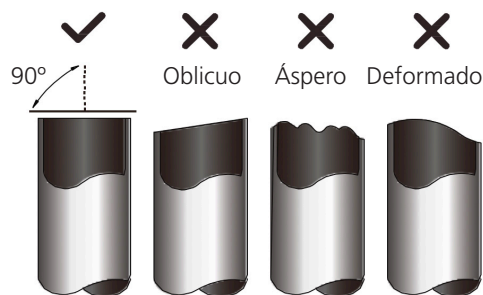

Fig 6.2
- Asegúrese de que el tubo se corta en un perfecto ángulo de 90 °. Para ejemplos de malos cortes **Fig. 6.2**